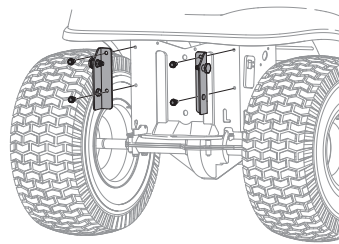

Figura 2
3. Monte las ménsulas de soporte del tractor de la serie 700 a su tractor con cuatro tornillos hexagonales autorroscantes incluidos en el kit. Consulte la Figura 2.